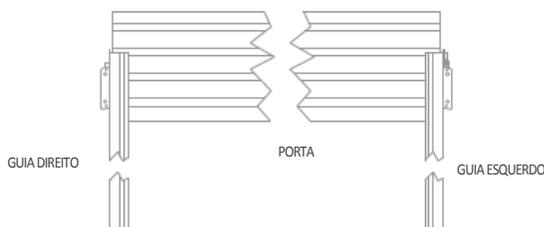

FIGURA 2
- B. No interior do prédio, colocar o guia esquerdo no piso perpendicular à abertura com a parte de baixo do guia perto do batente esquerdo e a parte de cima voltada para o interior do prédio. Fazer o mesmo com o guia direito para o batente direito. **Ver Figura 2.**